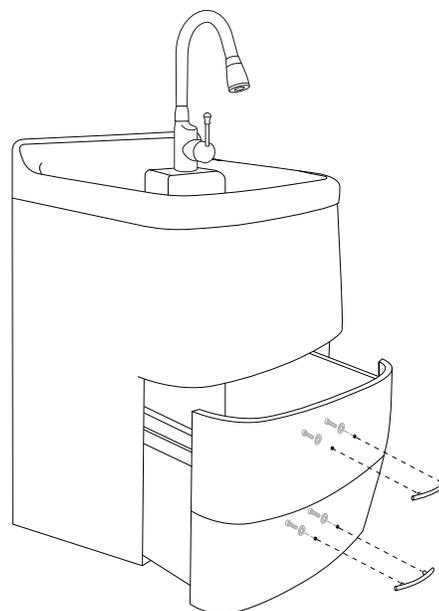

Fig. 4
2. Visser chaque vis aux poignées. Ne pas trop serrer les vis (voir Fig. 4).